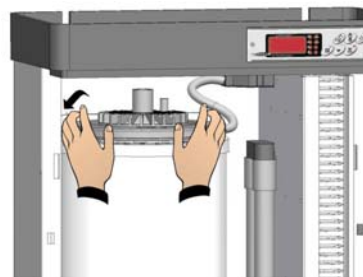

Fig. 30
3. Détachez le ressort arrière fixant la bride vapeur supérieure et déplacez-le à l'extérieur du cylindre (Fig.30).